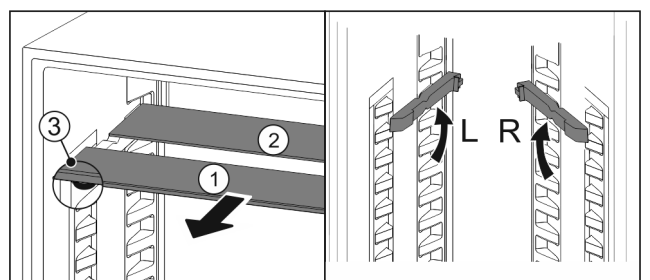

Fig. 25
- ▶ Посуньте Fig. 25 (1) скляну панель вперед.
- ▷ Скляна панель *Fig. 25 (1)* з декоративною планкою лежить спереду.
- ▷ Стопори *Fig. 25 (3)* показують вниз.